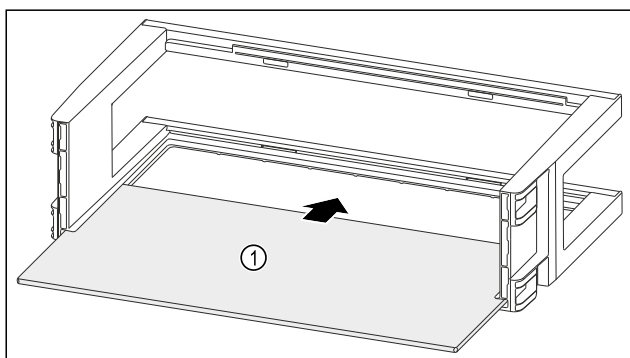

Fig. 143
- Umetnite policu Fig. 143 (1) u bočna udubljenja.